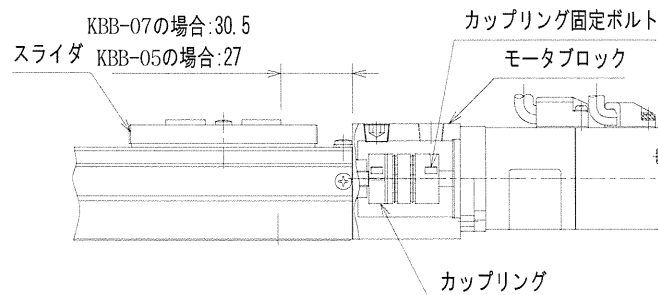

図 5.6-5
- (9) 図 5.6-5 の位置にスライダを移動して、カップリング固定ボルトを締付けてください。
KBB-05 軸と KBB-07 軸では原点位置が異なります。(図 5.6-5 参照)
- (10) 再度、電源をONしサーボゲイン（位置／速度）をもとに戻し、パラメータ2の原点復帰方式の値を2に設定してください。
- (11) 電源OFF→ON後、原点復帰をして図 5.6-5 のようになるか確認してください。
- (12) モータブロック上面のネジ穴に取り外した、六角穴付テーパねじプラグを締め込んで、穴を塞いでください。